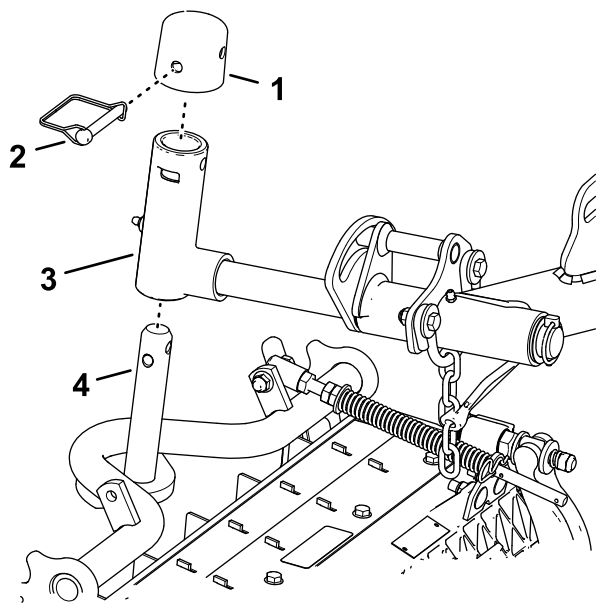

図 24
- Cutting Unit を昇降アームの下に置く 図 24。